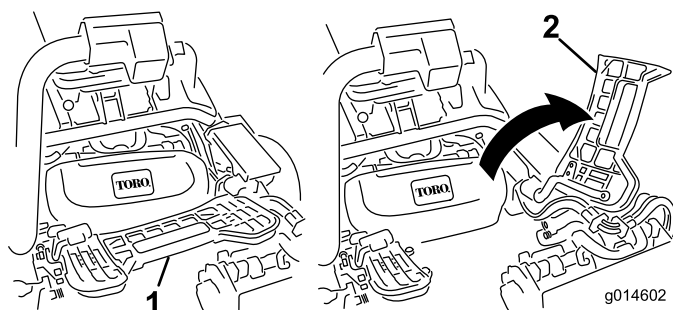

Figure 11
3. Si le plateau de coupe central est monté, relevez le repose-pieds pour accéder à la position du plateau de coupe central (Figure 11).